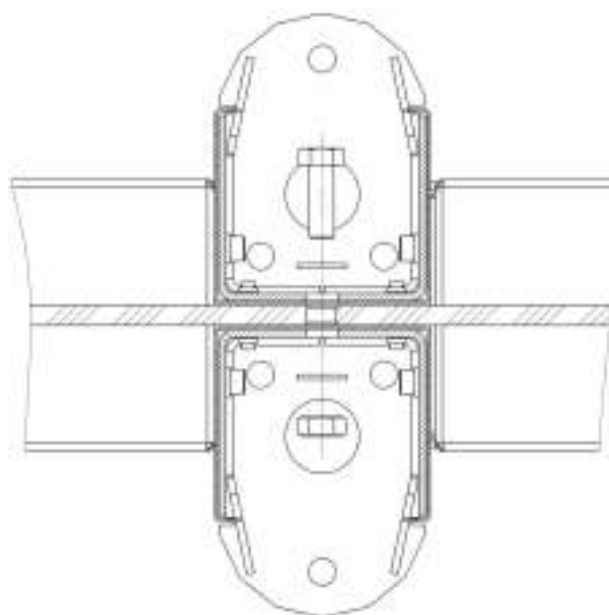

Рисунок 29. Крепление стекла
1. Снимите верхнюю крышку секции (10) (см. разд. 8.9.6) и две защитные пластины.
2. Снимите блок индикации на центральной стойке (3) (см. разд. 8.9.5).
3. Снимите кожух створки (4) (см. разд. 8.9.4).
4. Снимите кожух центральной стойки (5) (см. разд. 8.9.1).
5. Снимите обе крышки нижнего короба (14) (см. разд. 8.9.7).
6. Для секции **PERCo-ST-01**: Снимите заднюю панель центральной стойки (6). Для этого открутите 2 винта M6×16 (под шестигранный ключ SW5) в нижних коробах, один винт M6×16 (под шестигранный ключ SW5) в нижней части центральной стойки и два винта M5×12 (под шестигранный ключ SW4) в верхнем коробе (см. рис. 29).